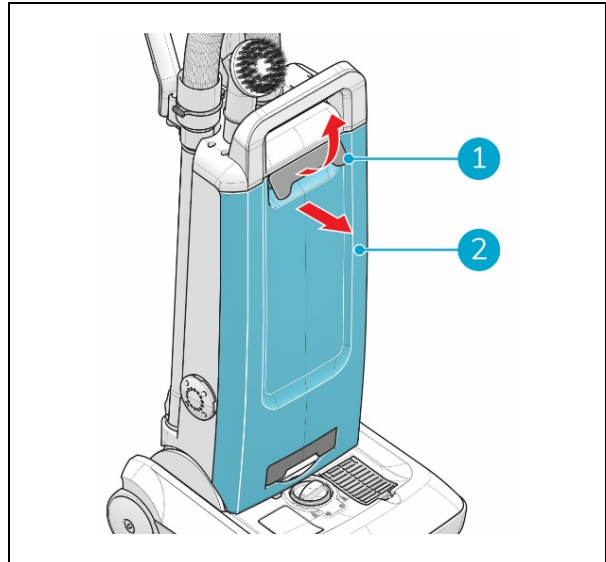

Figura 11
1. Puxe a alavanca de abertura da tampa frontal (Figura 11, posição 1).
2. Remova a tampa frontal (Figura 11, posição 2).